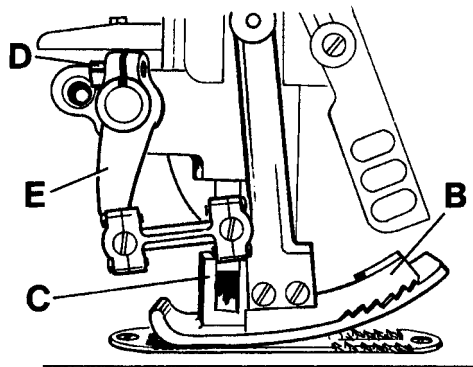

Fig. 17
Assemble the upper feed dog (B, Fig. 17). The upper feed dog should not push against the front or rear end when moving in the slots of presser foot (C).
For setting the upper feed dog with respect to the slot ends in the presser foot and the tooth spaces of the lower feed dog, loosen screw (D, Fig. 17) and turn drive lever (E) accordingly to the front or rear. Retighten screw (D).
Montieren Sie den Obertransporteur (B, Fig. 17). Der Obertransporteur darf bei seiner Bewegung in den Schlitz im Drückerfuß (C) weder vorne noch hinten anstoßen.
Zum Einstellen des Obertransporteurs im Bezug zu den Schlitzenden im Drückerfuß und zu den Zahnlücken des unteren Transporteurs lösen Sie die Schraube (D, Fig. 17) und schwenken den Antriebshebel (E) entsprechend nach vorne oder hinten. Ziehen Sie Schraube (D) wieder an.
The motion should be set so that the rear four teeth of the upper feed dog (B, Fig. 17) remain approx. 1/3 of their height in the presser foot slots when lifting.
Die Bewegung muß so eingestellt sein, daß die hinteren vier Zähne des Obertransporteurs (B, Fig. 17) beim Abheben noch mit etwa 1/3 ihrer Höhe in den Drückfußschlitzen sind.